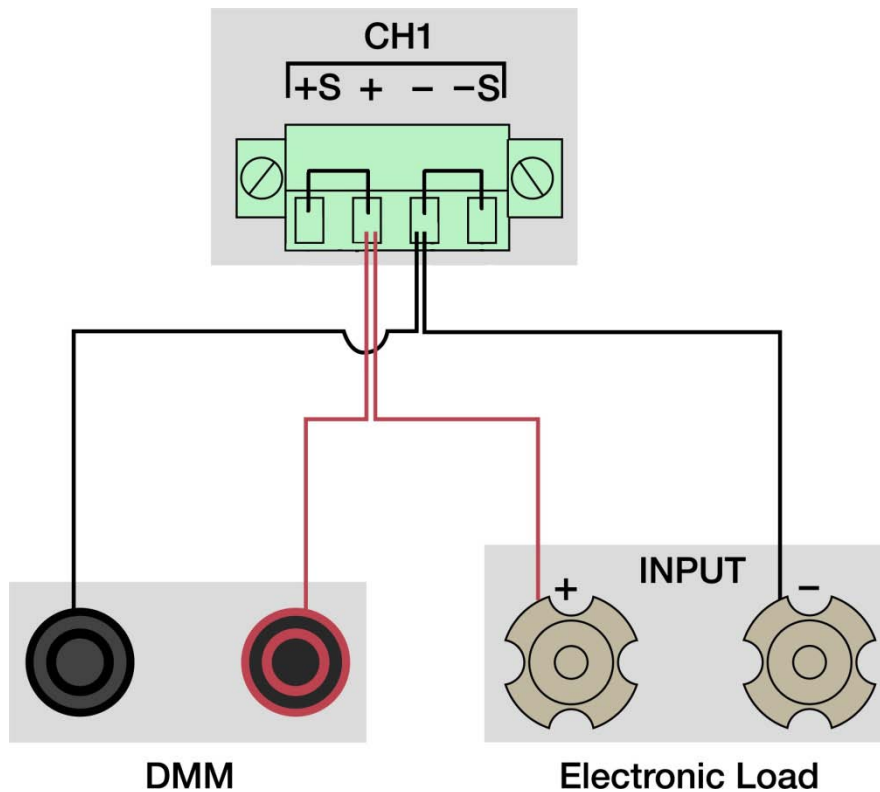

图 11.2 后面板接线图
2. 连接数字电表(DMM), 电子负载(electronicload)到后面板+/-输出端,以跳线将后面板输出端子的 S+端连接到+端,S-端连接到-端,连接正确后既可开始作业如图 11.2 (Remote Sense 接线必须与正在接收的频道相对应.)